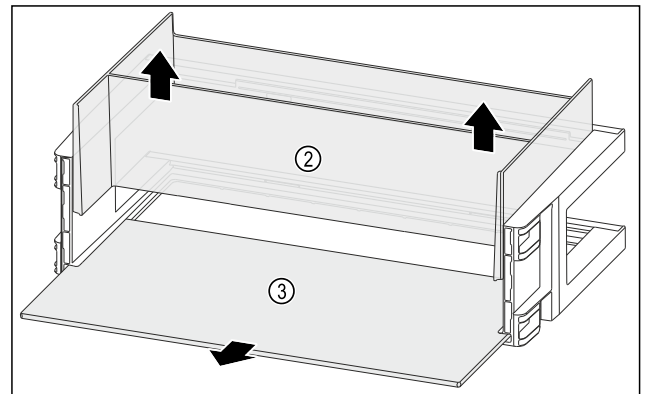

Fig. 142
- ▶ Retirer l'Organizer Fig. 142 (2) vers le haut.
- ▶ Retirer la tablette de rangement Fig. 142 (3).